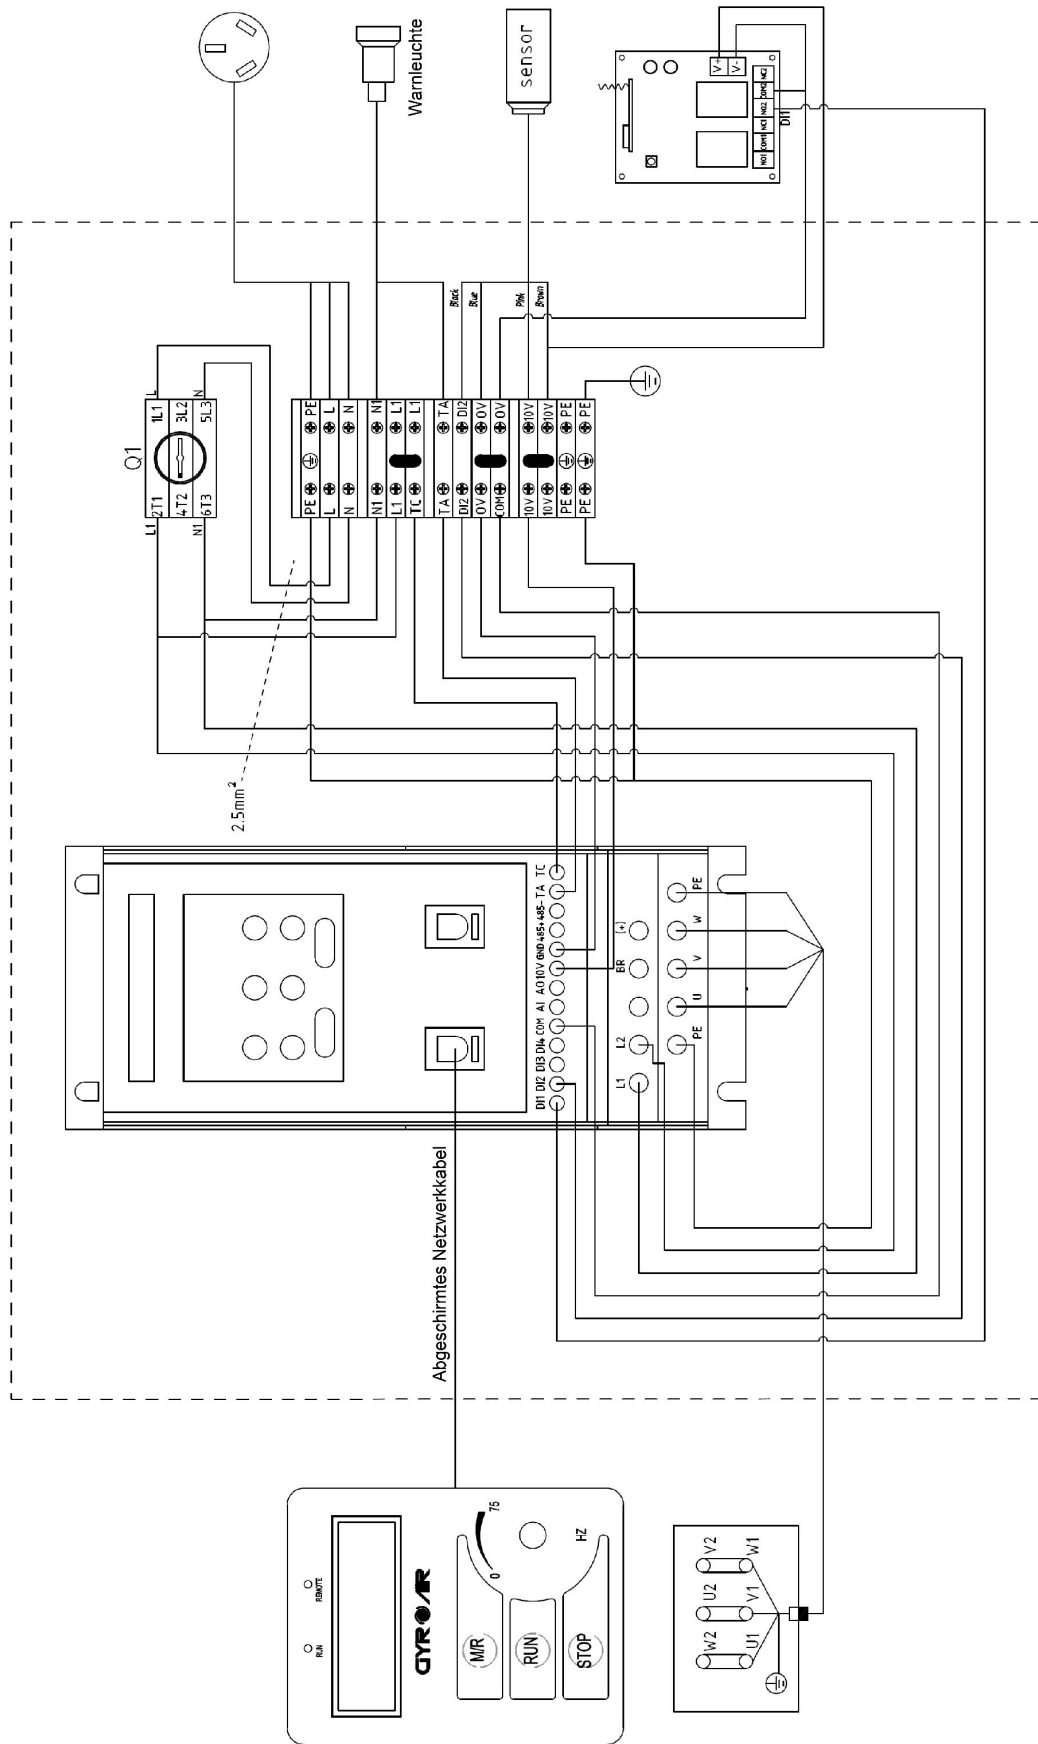

Abb.2
2.3.3 Elektrischer Schaltplan (Abb.2)